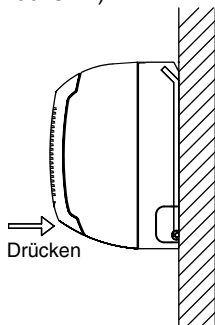

Abb. 3-27
2. Zur Fixierung auf den Luftauslass drücken, und den unteren Teil der Inneneinheit andrücken, bis ein Klickton zu vernehmen und die Inneneinheit sicher an den Montageansätzen an der Unterseite der Rückwand befestigt ist. (Abb. 3-27)